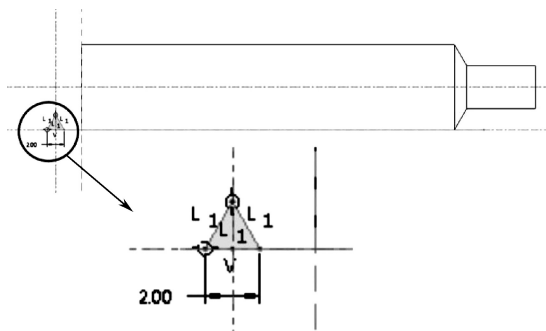

图 4-122 螺旋扫描截面
(5) 单击操控面板中的按钮, 开始绘制扫描截面。绘制如图 4-122 所示的截面, 绘制的截面应对齐起点所在位置。绘制完成后单击退出草绘扫描截面部分;